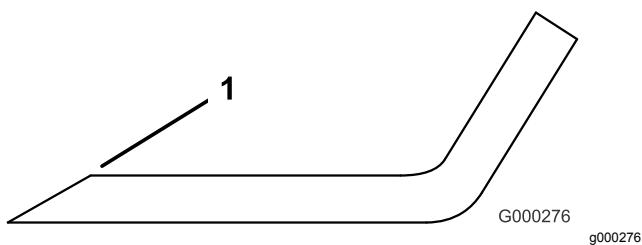

Figure 112
3. Examinez les tranchants de toutes les lames et aiguissez-les s'ils sont émoussés ou ébréchés (Figure 112).
**Remarque:** N'aiguissez que le haut du tranchant et conservez l'angle de coupe d'origine pour obtenir une coupe nette (Figure 112). Limez la même quantité de métal sur chacun des deux tranchants pour ne pas déséquilibrer la lame.